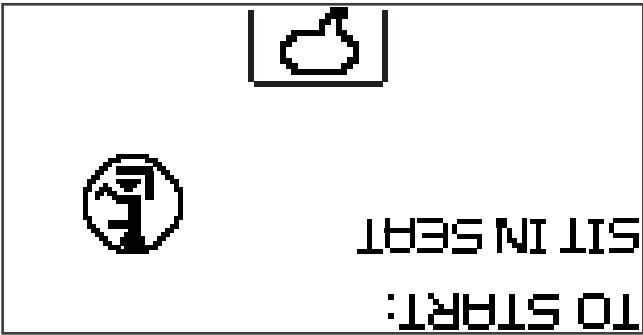

Figure 5-2
2. Asseyez-vous. Voir la Figure 5-2.